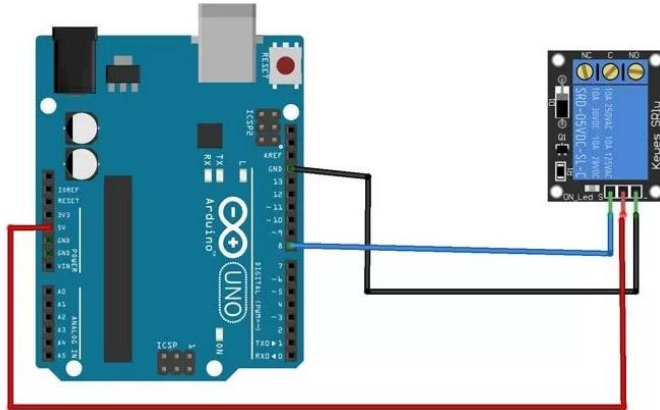

Рис. 2.2. Схема підключення модуля реле
1. Підключити до плати Arduino модуль реле (рис. 2.2).